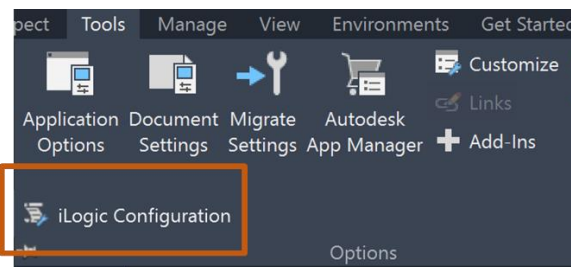

Figure 15: iLogic 高级配置入口
3. 按照图 15 和 16 来设置外部规则文件夹路径。设回路径的目的是保存外部规则触发的设置，会自动生成一个 XML 文件在此路径下。